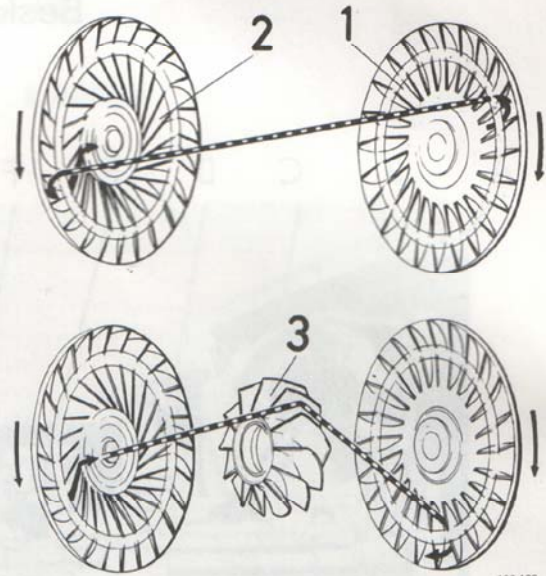

Bild 3. Konverterfunktion
Konverters funktion är följande: Pumpen roterar med motorn och omvandlar motoreffekten till hydrokinetisk energi. Vätskan strömmar från pumpskovlarna (1) till turbinskovlarna (2) och återvänder genom statorbladen (3) se bild 3. De olika skovlarna är så utformade att när det finns en varvtalskillnad mellan pump och turbin så ändras vinkeln på vätskeströmmen från turbinen av statorbladen så, att vätskeströmmen hjälper till att driva pumpen. Härigenom uppstår en momentökning, som varierar från 2:1 när turbinen är stillastående (dvs när vagnen står stilla) till 1:1 när turbinens varvtal når upp till 90% av pumpens. När turbinens varvtal uppnått detta värde är vätskeströmmens vinkel från turbinen sådan, att statorn drivs i samma riktning som turbin och pump. Därvid tjänstgör konvertern som en koppling (hydrauliskt svänghjul) och någon momentutväxling erhålls inte.